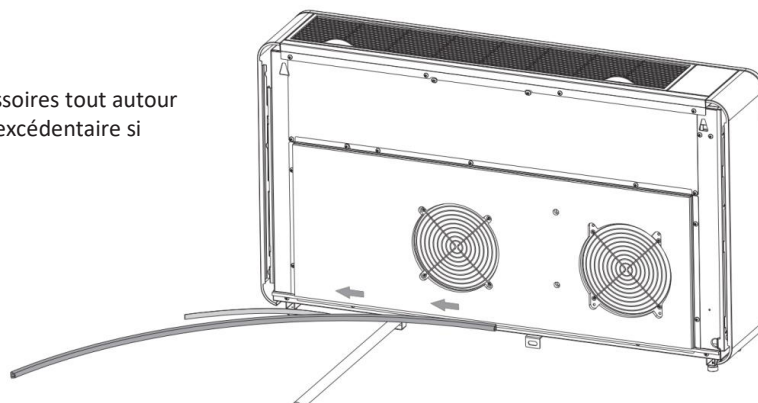

Figure 1
1. La bande isolante doit être collée autour de l'extrémité de l'arrière de l'appareil, comme figure sur la Figure 1.